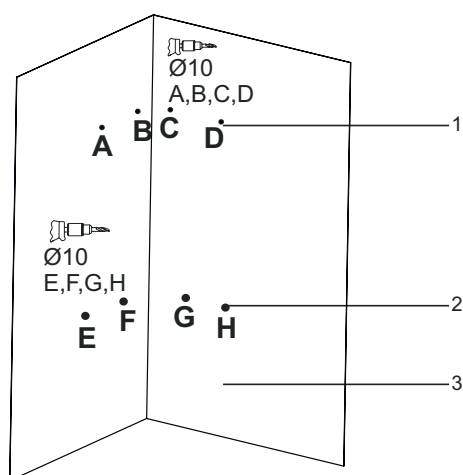

Fig. 12
1. ■ Forare la superficie di installazione nei punti di connessione delle piastre di aggancio A,B,C,D e nei punti di connessione dei corpi E,F,G,H con una punta da Ø10 mm (Fig. 12).
- Posizionare i tasselli in plastica da Ø10 mm nei punti forati (Fig. 12).
- Avvitare il corpo del prodotto dai punti E, F, G, H e fissarlo completamente (Fig. 12).